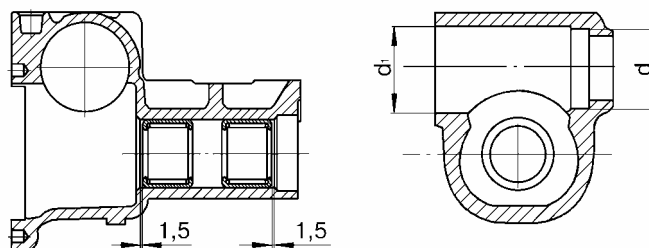

Рис.8.
4.2.2 Картер 2123-3401010 рулевого механизма, рис.8.